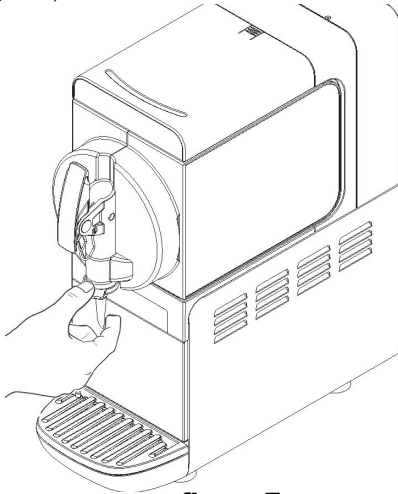

figure 7
- 3 Smontare il beccuccio di erogazione.(see figure 7)